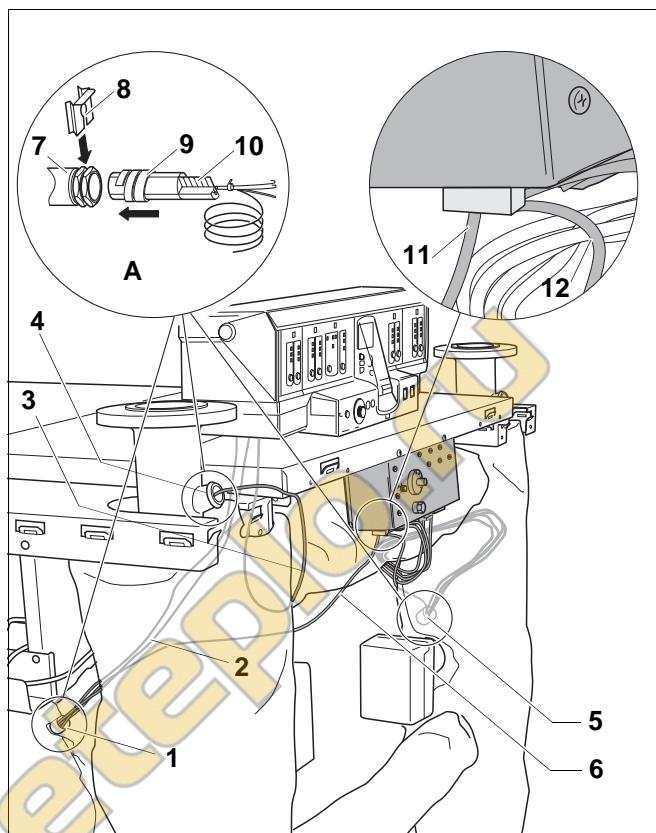
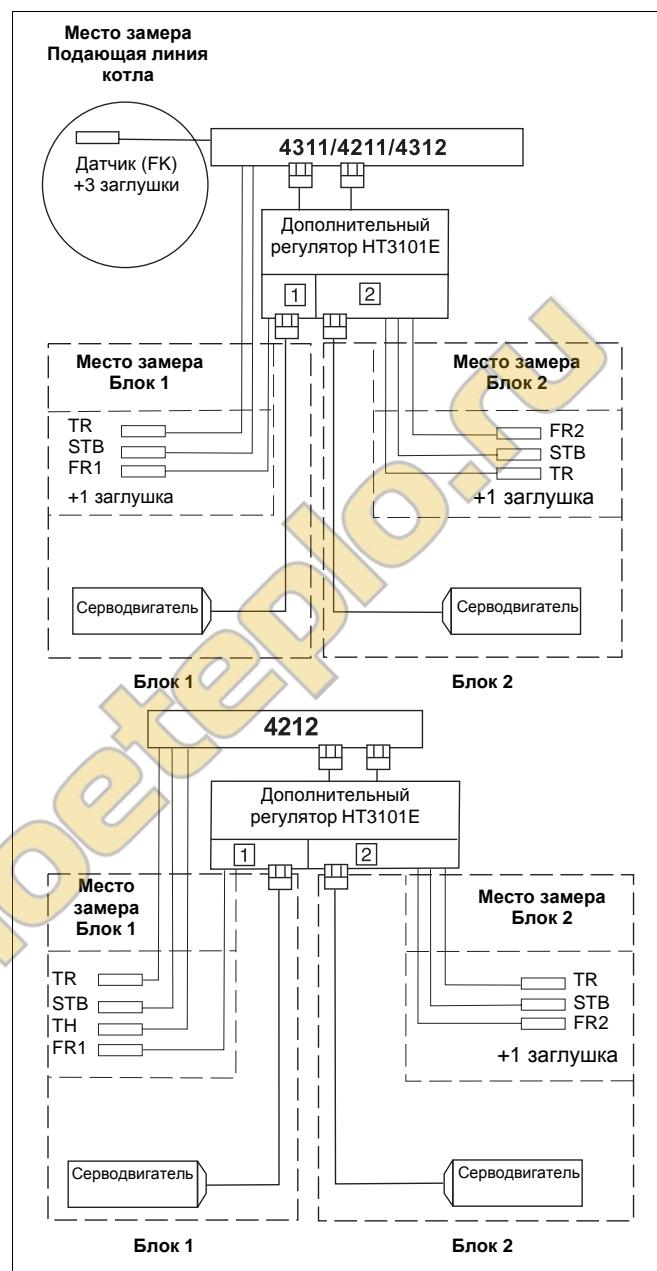

Рис. 64 Подключение дополнительного регулятора HT3101E
Рис. 65 Схема соединений дополнительного регулятора
- Присоединительные штекеры обоих температурных датчиков FR1 и FR2 должны бытьочно вставлены в дополнительный регулятор, не перепутайте места их установки (рис. 64, поз. 11 и поз. 12).
- Вставить провод датчика FK (рис. 64, поз. 3) от системы управления Logamatic вместе с 3 заглушками в гильзу в точке замера подающей линии котла (рис. 64, поз. 4).
- Собрать в пучок и держать в руке провода датчиков TR и STB (рис. 64, поз. 2) от системы управления Logamatic и провод датчика FR1 (рис. 64, поз. 6) от дополнительного регулятора вместе с заглушкой и компенсационной пружиной.
- После этого ввести до упора весь пакет датчиков в гильзу в точке замера блока 1 (рис. 64, поз. 1).
- Ввести пакет датчиков точки замера блока 2 (от дополнительного регулятора) в гильзу в точке замера блока 2 (рис. 64, поз. 5).
Установка в гильзу (рис. 64, вид А):
- Вставить температурные датчики до упора в гильзу (рис. 64, поз. 7, точка замера).
- Пластмассовая спираль (рис. 64, поз. 9) автоматически сдвигается назад. Компенсационная пружина (рис. 64, поз. 10) должна быть вставлена в гильзу (рис. 64, поз. 7).
- Надеть фиксатор датчиков (рис. 64, поз. 8, поставляется с системой управления) сбоку или сверху на оголовок гильзы.
- Проверить по верхней схеме соединений на рис. 65 подключение пакета датчиков.
- При постоянном регулировании температуры котловой воды нужно заменить заглушку из пакета датчиков Logamatic 4212 на датчик FR1 (который идет от дополнительного регулятора). Этот пакет датчиков нужно вставить в гильзу в точке замера блока 1 (рис. 64, **поз. 1** и рис. 65)
- Ввести пакет датчиков точки замера блока 2 (от дополнительного регулятора) в гильзу в точке замера блока 2 (рис. 64, **поз. 5**).
Установка в гильзу (рис. 64, **вид А**):
- Вставить температурные датчики до упора в гильзу (рис. 64, **поз. 7**, точка замера).
- Пластмассовая спираль (рис. 64, **поз. 9**) автоматически сдвигается назад. Компенсационная пружина (рис. 64, **поз. 10**) должна быть вставлена в гильзу (рис. 64, **поз. 7**).
- Надеть фиксатор датчиков (рис. 64, **поз. 8**, поставляется с системой управления) сбоку или сверху на оголовок гильзы.
- Проверить по нижней схеме соединений на рис. 65 подключение пакета датчиков.